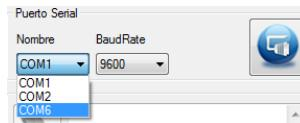

Figura 44: Selección de puerto COM asociado a la placa.
- **Paso 4:** Sobre la sección *Puerto Serial* debe identificarse sobre el menú desplegable *Nombre*, el puerto COM asociado a la placa. La Figura 44 ilustra dicho concepto
- **Paso 5:** Debe tenerse en cuenta sobre la instrucción *uartConfig()*, perteneciente a la librería *sAPI*, deben asignarse dos parámetros de entrada, uno de ellos indica el módulo de la UART sobre la cual se desea trabajar, en este caso el parámetro es *UART_USB*. El segundo parámetro que debe asignarse a dicha instrucción es la velocidad de transmisión en baudios. El valor de la velocidad previamente configurada sobre el programa debe ser configurado sobre el menú desplegable *BaudRate*, ubicado sobre el costado derecho del menú desplegable *Nombre*. Por ejemplo, si la velocidad configurada es igual a 9600 baudios, entonces sobre dicho menú debe seleccionarse 9600, como lo ilustra la Figura 44.